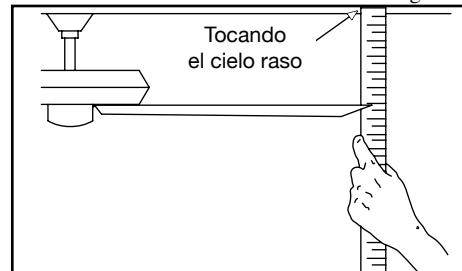

Figura 10
2. La mayoría de los problemas de oscilación del ventilador se deben a que las aspas no están al mismo nivel. Verifique este nivel seleccionando un punto en el cielo raso sobre la punta de una de las aspas. Mide desde un punto en el centro de cada aspa al punto en el techo. Mide esta distancia como se muestra en la Figura 10. Gira el ventilador hasta que la siguiente aspa quede en posición para medir. Repite el procedimiento para cada aspa. Las desviaciones de la medición no deben pasar de  $1/8"$  (3.2 mm). Deja que el ventilador funcione por 10 minutos.